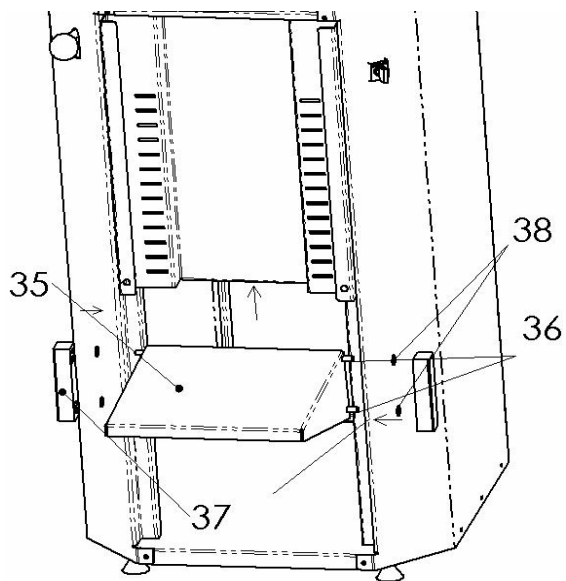

Figura 3-4
- 2) Inserire i perni dello sgabello (36) attraverso i fori previsti nello sgabello stesso (35) (Figura 3-4).
- 3) Posizionare una rondella in Nylon (38) all'estremità dei due perni dello sgabello.
- 4) Montare il blocchetto in Nylon (37) sul gruppo (Figura 3-4), inserendo il perno nei fori previsti sul blocchetto stesso.
- 5) Tenendo assieme il gruppo, far scorrere i blocchetti in Nylon nelle asole (Figura 3-4). Una volta che i blocchetti in Nylon sono stati completamente inseriti nelle asole del pannello frontale, il gruppo sarà unito; sollevare semplicemente lo sgabello fino a quando non si inserisce in una delle asole previste sul pannello frontale.